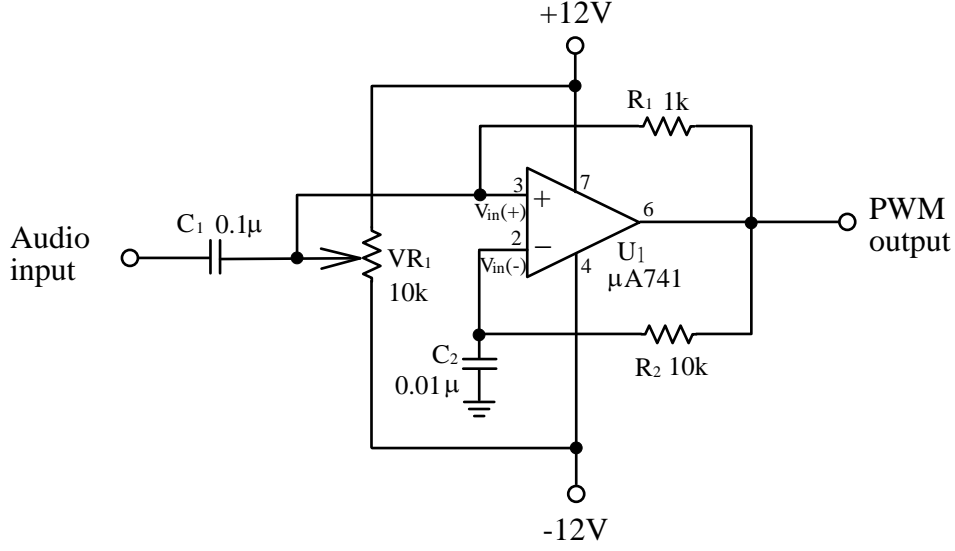
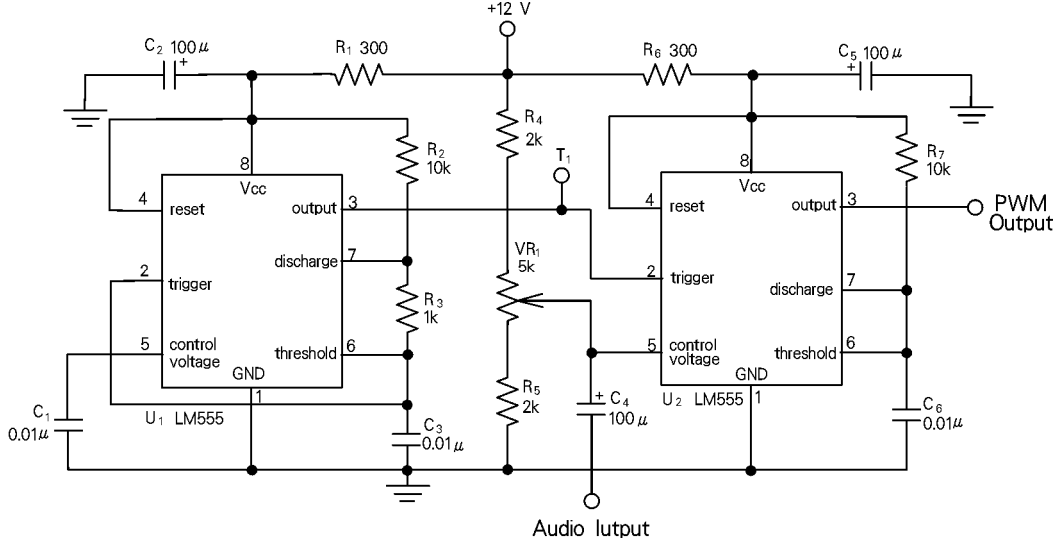

Fig. 11-2 $\mu A741$ kullanılarak gerçekleştirilen darbe genişlik modülatörü.
Fig. 11-7 Darbe genişlik modülatörü.
PWM işareti üretmek için, bir kare dalga üretici yada monostable multivibrator kullanılabilir. Fig. 11-2'de bir kare dalga üretici gösterilmektedir. Üreticinin çıkış darbe genişliği, R_2 , C_2 ve $V_{in}(+)$ elemanlarının değerleri ile belirlenir. $\mu A741$ işlemsel kuvvetlendiricisi, bir gerilim karşılaştırıcısı olarak görev görmektedir. $V_{in}(+)$ girişindeki(pin 3) referans gerilimi, R_1 ve VR_1 direnç değerleri ile belirlenir.
Fig. 11-7'de iki tane LM555 zamanlayıcı entegresi kullanılarak gerçekleştirilen bir darbe genişlik modülatörü gösterilmektedir. Bu devrede, U1 ve U2, sırası ile astable ve monostable multivibrator yapısı olarak görev görmektedirler. Bu iki bölüm birleştirildiği zaman, darbe genişlik modülatörü tamamlanmış olacaktır. Monostable multivibrator(U2) yapısının tetikleyici saat işareti astable multivibrator(U1) çıkışından(pin 3) gelmektedir. Ses işareti U2 kontrol gerilim girişine(pin 5) bağlandığı zaman, PWM işareti çıkışta(pin 3) gözükür.
1. Fig. 11-2 ve Fig. 11-7'deki VR_1 'in görevi nedir?
2. Fig. 11-7'deki C_6 'nın değeri $0.1\mu F$ olarak değiştirilir ise, çıkış işareti hala PWM işareti olur mu? Açıklayınız.